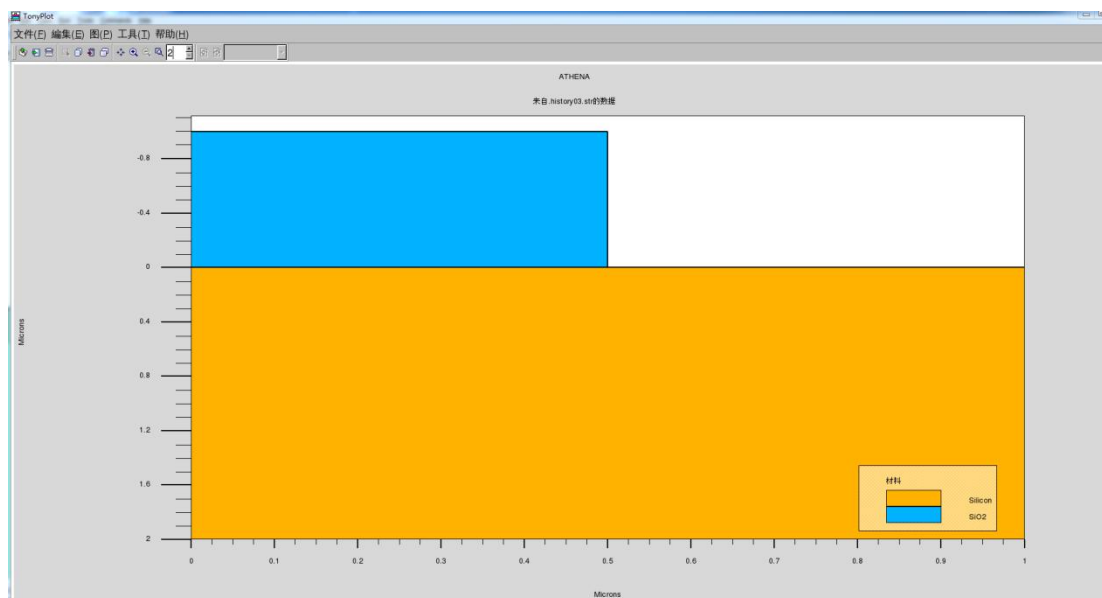

图 14
(2) 运行 Athena 并绘图，以观察现在的结构：我们在文本窗口中输入如下语句：`struct outfile=.history03.str`，单击控制栏里的 run 键，然后使此时结构可视化如图 14 所示。从图可以看出，扩散孔已形成。